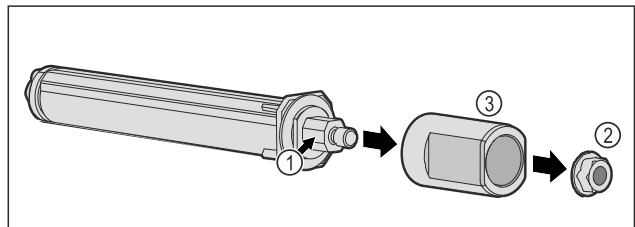

Fig. 54
- ▶ Ne pas démonter le système de fermeture de la porte Fig. 54 (1).
- ▶ Retirer l'écrou Fig. 54 (2).
- ▶ Retirer la douille Fig. 54 (3).